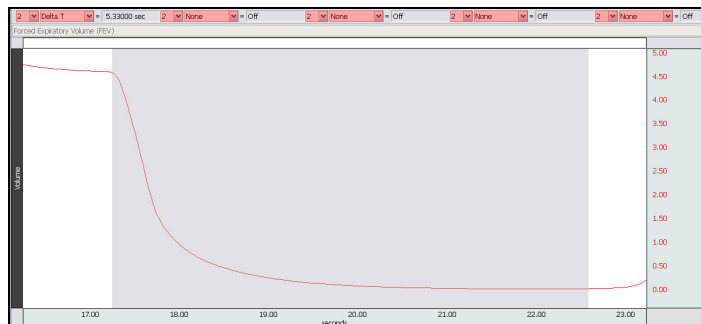

Fig. 13.16 Área seleccionada para exhalación máxima
- Use el **Cursor-I** para seleccionar el área desde el inicio de espiración máxima al final. Se debe seleccionar al menos 3 segundos (Fig. 13.16).